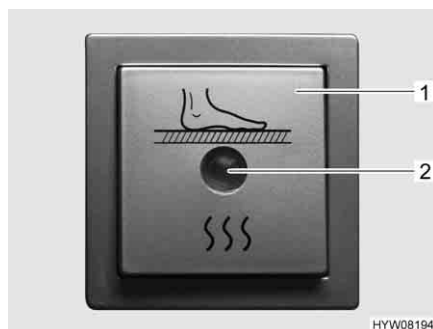

Fig. 111 Interruttore per riscaldamento elettrico del pavimento
- Premere l'interruttore a bilico (Fig. 111,1). La spia di controllo nell'interruttore (Fig. 111,2) si accende.
- Premere l'interruttore a bilico (Fig. 111,1). La spia di controllo (Fig. 111,2) nell'interruttore si spegne.